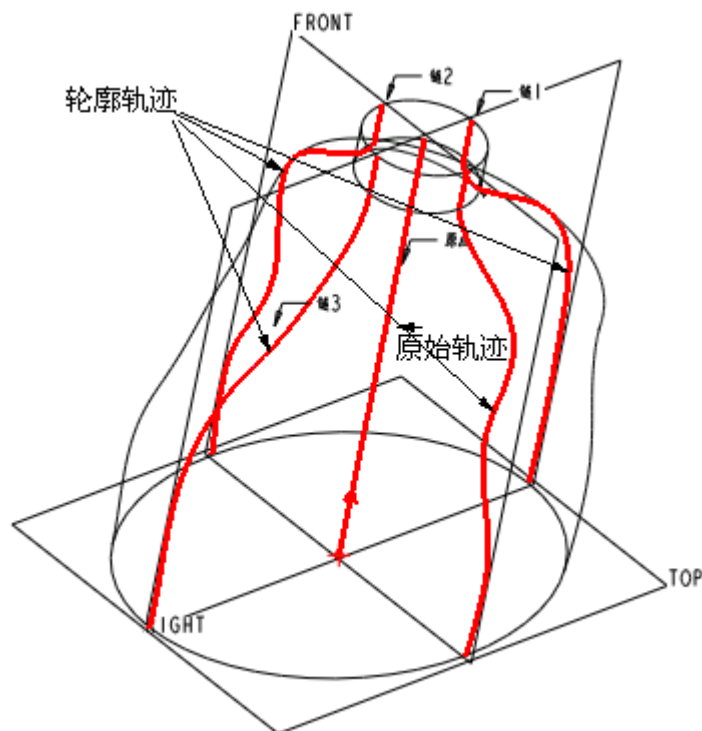

图 45-7
(1) 单击特征工具栏中的 ，打开可变剖面扫描特征操控板。
(2) 单击  按钮，以生成实体特征。如图 45-7 所示选择扫描轨迹。